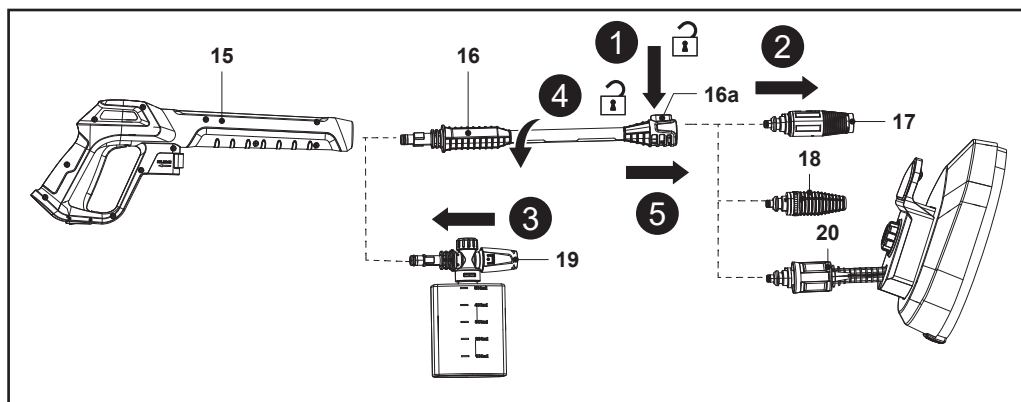

Fig. 4
**i** **NOTĂ:** Când două componente sunt conectate corect, nu pot fi separate trăgându-le direct una din cealaltă. Toate accesoriile pentru pistolul pulverizator trebuie să fie introduse în pistol (15) pentru o utilizare corectă.
4. Pentru a deconecta duza, ții apăsat butonul de blocare (16a) și tragi afară duza montată (fig. 4, pașii 1, 2). Montează la loc duza necesară.
5. Pentru a deconecta extensia de lance (16) sau duza pentru recipientul cu detergent (19), apăsă și rotești extensia de lance (16) în sens antiorar și scoate-o (fig. 4, pașii 3, 4, 5). Montează la loc accesoriul necesar pentru pistolul pulverizator.